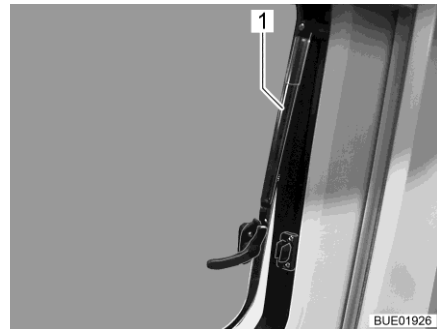

Bild 12 Överkantshängt fönster med automatik-spärrar, öppet
- Öppna det överkantshängda fönstret till önskat läge. Låt det överkantshängda fönstret haka i självständigt med (Bild 12,1) automatiska-spärrar.